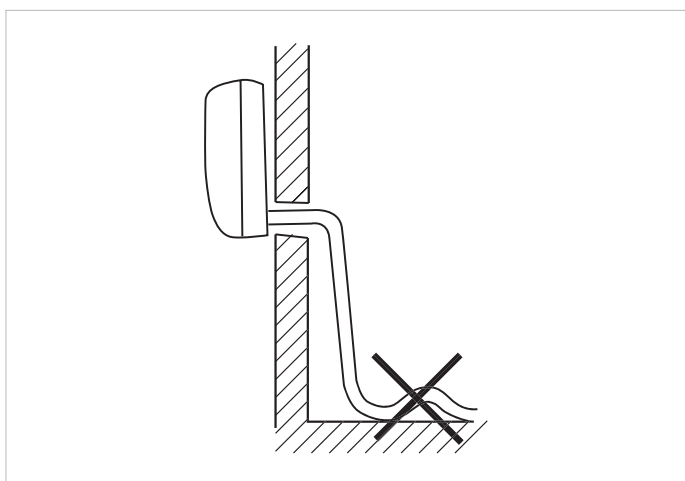

Fig. 9.3 Ondulations à éviter
- Éviter d'installer la conduite de condensats en formant des ondulations (cf. figure 9.3).